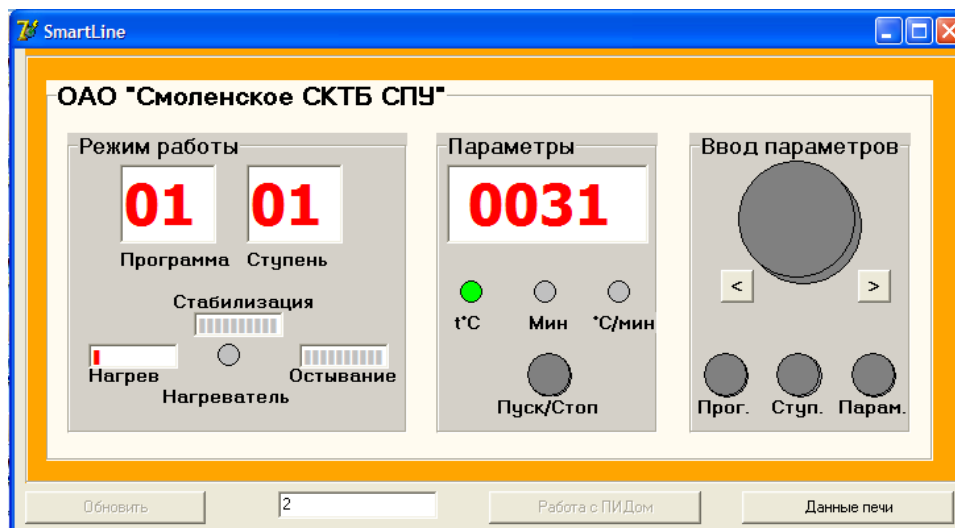

Рис. 13
- 4.17 По окончании процесса обработки данных рамка основного окна окрашивается в оранжевый цвет, печь работает по заданной программе (рис. 13)